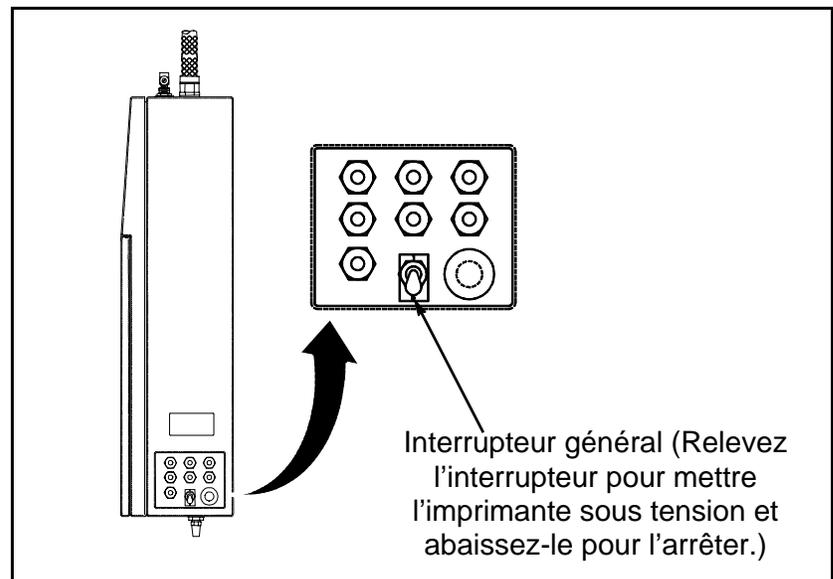

Figure 6-4. Interrupteur général
2. Placez l'interrupteur général en position Arrêt (repérez l'emplacement de l'interrupteur sur la Figure 6-4).